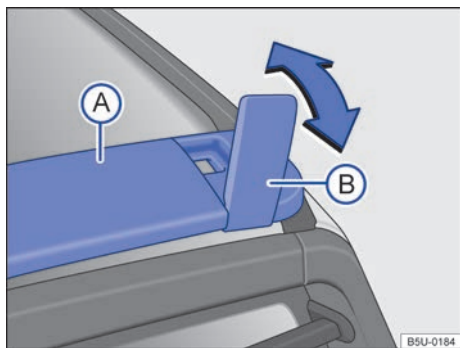

Fig. 81 En el techo: travesaño y soporte articulado.
Utilizar solo el travesaño del techo \Rightarrow fig. 81 (A) y los soportes articulados (B) como apoyo para fijar los objetos con mayor altura o que no puedan acomodarse totalmente sobre el piso del compartimento de carga \Rightarrow .